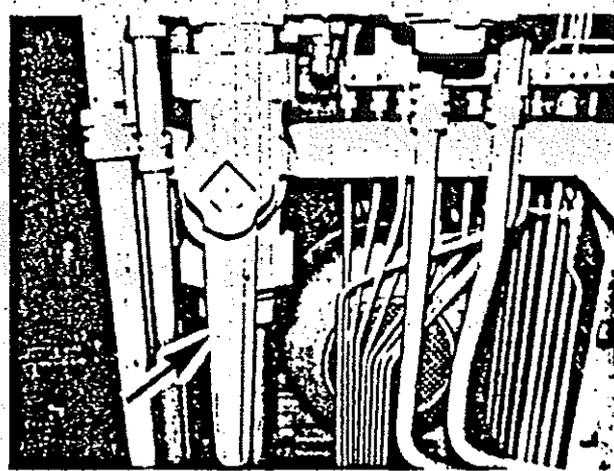

Figura 47 Llave de vacío situada en el bloque de aire comprimido N1
- Cerrar la llave de vacío (66). (Figura 47)
- Cerrar la llave de vacío (Figura 47)